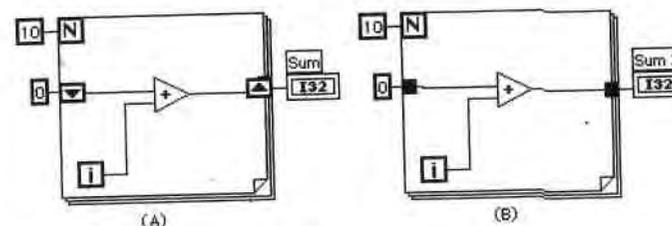

Рис. 6.19
Посмотрите на пример, изображенный на рис. 6.19. В цикле (A) вы создаете возрастающую сумму значений счетчика итераций. Каждый раз новая сумма сохраняется в сдвиговом регистре. В конце цикла общая сумма поступает на индикатор. В цикле (B) нет сдвигового регистра, поэтому вы не сможете сохранить данные между итерациями. Вместо этого вы всякий раз добавляете ноль к текущему значению «i», и лишь последнее значение 9 выйдет из цикла.